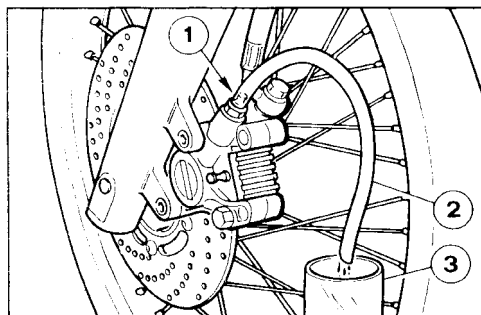

Fig. 18
- Togliere il cappuccio di protezione della valvola di sfiato della pinza (1-fig. 18).
- Inserire un terminale di un tubo flessibile trasparente (2-fig. 18) sull'estremità della valvola di sfiato della pinza.
L'altro terminale dovrà essere lasciato libero in un contenitore di raccolta (3-fig. 18).
- Azionare lentamente ed a fondo (2-3 volte) la leva di comando; mantenendo tirata la leva, aprire la valvola di sfiato (1-fig. 18) fino a quando non si noti la fuoriuscita di olio ed eventualmente bolle d'aria, dal tubo.